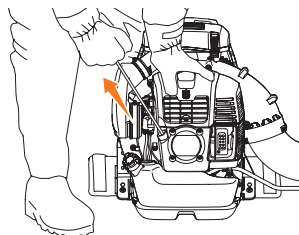

Рис. 11
- Затем плавным, но быстрым движением (без рывка) вытяните шнур за рукоятку стартера несколько раз пока двигатель не запустится (Рис. 11).